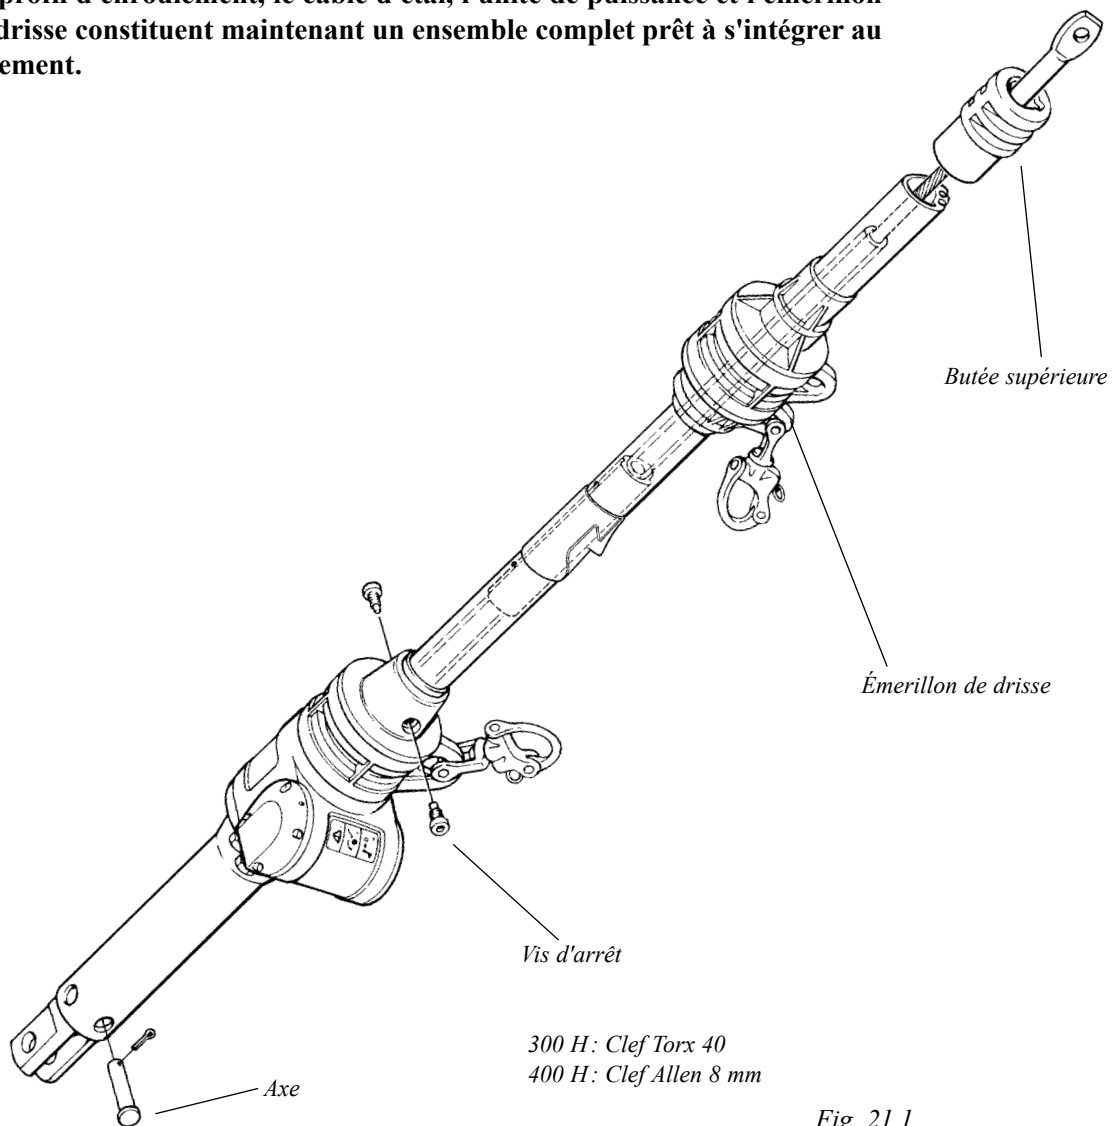

Fig. 21.1
1. Enlevez les vis d'arrêt qui maintiennent le profil d'enroulement (voir figure 21.1.).